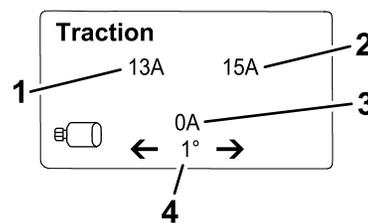

Рисунок 21
- **Экран информации о тяговом приводе (Рисунок 21)** показывает текущий угол поворота рулевого колеса и силу тока, выделенную для каждого тягового двигателя.